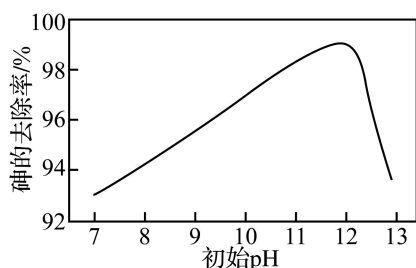

图 1
(1) 雄黄( $\text{As}_4\text{S}_4$ )在加热的条件下会被氧气氧化。1 mol  $\text{As}_4\text{S}_4$  氧化生成  $\text{As}_2\text{O}_3$  和  $\text{SO}_2$ , 转移电子的物质的量为\_\_\_\_\_mol。
(2) “沉砷”时, 控制所加  $\text{Ca}(\text{OH})_2$  与溶液中  $\text{AsO}_4^{3-}$  的物质的量之比为 6, 调节起始溶液的 pH 不同, 常温反应 24 小时, 测得溶液中砷的去除率与起始 pH 的关系如图 1 所示。pH 大于 12 时, pH 越大, 溶液中砷的去除率越低的原因是\_\_\_\_\_。